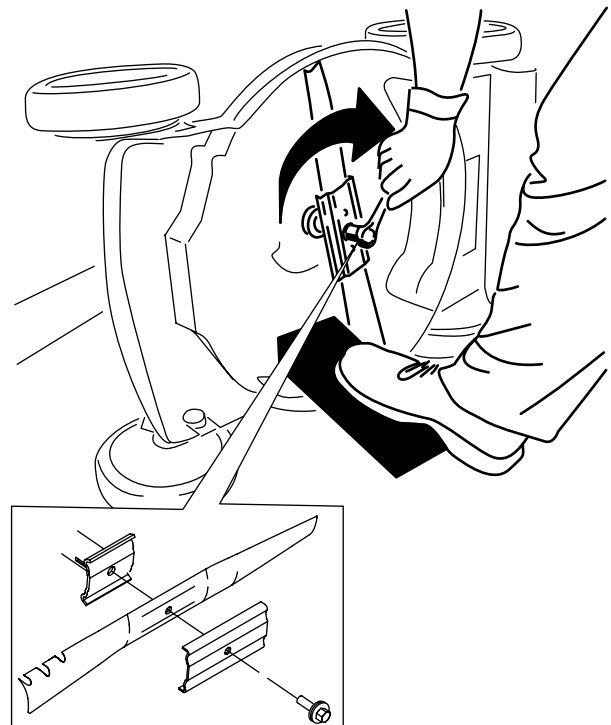

Figura 21
4. Instale a nova lâmina e o parafuso da lâmina (Figura 21).